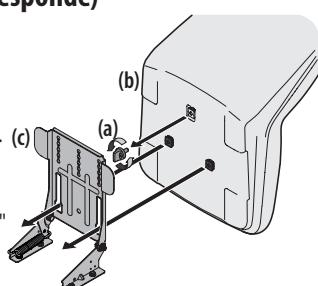

Figura 3
- Quite la perilla de ajuste del asiento o perno de 9/16" (a) de la base del asiento (b). Consulte la Figura 3.
- Alinee el asiento (b) sobre el soporte de pivotaje del asiento (c) como se muestra en la Figura 3 y coloque el asiento (b) sobre el soporte de pivotaje del asiento (c) insertando las dos lengüetas de la base del asiento (b) en las ranuras del soporte de pivotaje del asiento (c).